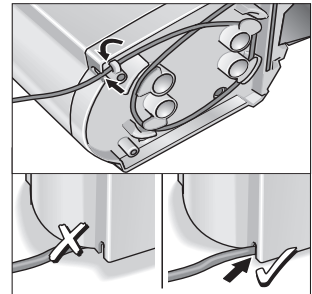

Рис. 3 Установка станции
- остальной сетевой кабель повесить на кабельные крюки, обратить внимание на то, чтобы кабель был пропущен через отверстие корпуса (рис. 3).